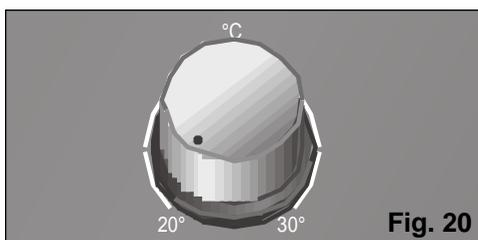

Fig. 20
- Zet de thermostaat op de positie laagste temperatuur, **Fig. 20**.